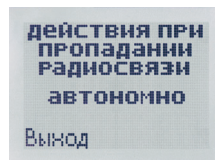
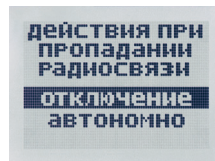

Рис. 40
Рис. 40.1
- Действие при пропадании радиосвязи (рис. 40);
Для смены режима выберите данный пункт меню нажатием энкодера (рис. 40), затем, вращая его диск, укажите необходимый режим (рис. 40.1) и зафиксируйте выбор нажатием.